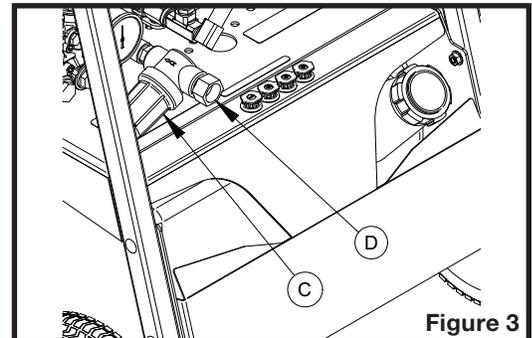
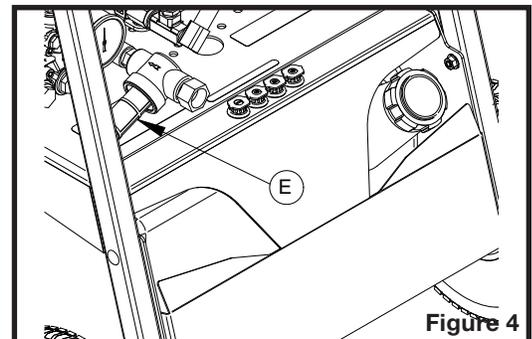

Figure 3
Figure 4
3. Vérifier la présence et l'état du joint d'étanchéité d'entrée d'eau (D sur la figure 3).
4. Vérifier le filtre d'entrée d'eau. Dévisser la cloche (C sur la figure 3) et rincer si nécessaire. Enlever et nettoyer le tamis (E sur la figure 4). Remettre en place le tamis et la cloche.